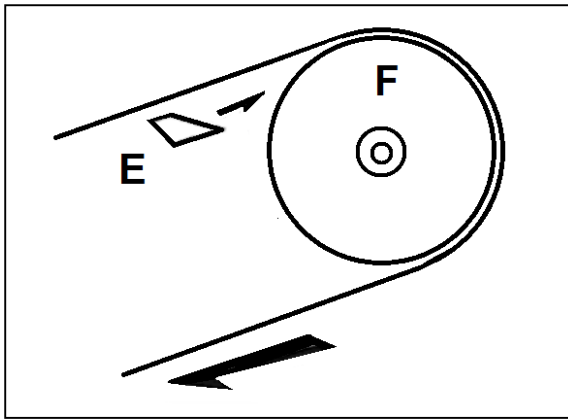

Abb. 8-7: Überprüfung der Sägebandführung
- Wird der Gewindestift (D) im Uhrzeigersinn gedreht, liegt das Sägeband enger am Flansch an.
- Wird der Gewindestift (D) gegen den Uhrzeigersinn gedreht, wird das Sägeband weiter vom Flansch weg bewegt. Wird es zu weit weg bewegt, löst es sich ab.
- Einen Streifen Papier (E, Abb. 8-7) zwischen Sägeband und Schwungscheibe (F) einschieben.